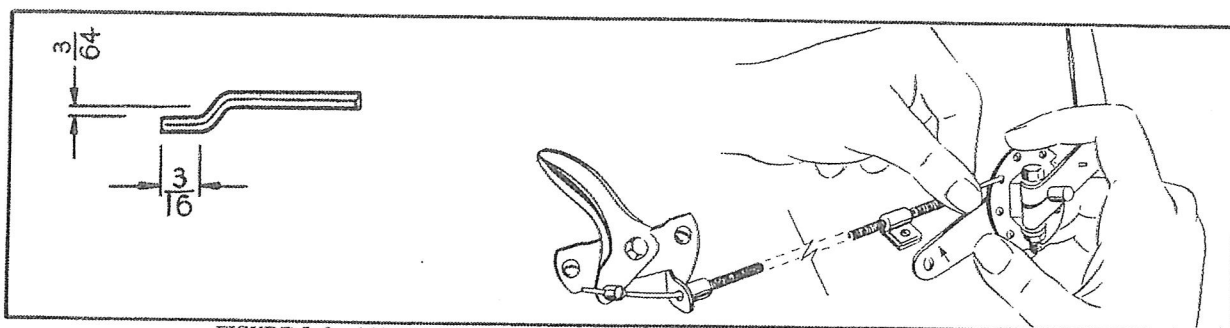

FIGURE 5.3 - MONTAGE DU LEVIER D'ACCELERATION--K91, K141, K161, K181
- a. Couper l'extrémité du câble d'accélération comme indiqué à la figure 5.3.